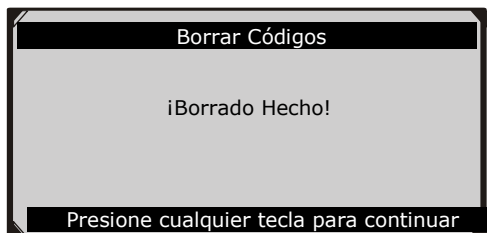

Figura 6.7
- Si los códigos son borrados exitosamente, un mensaje de confirmación "¡Borrado Hecho!" aparece en la pantalla. (Figura 6.7)